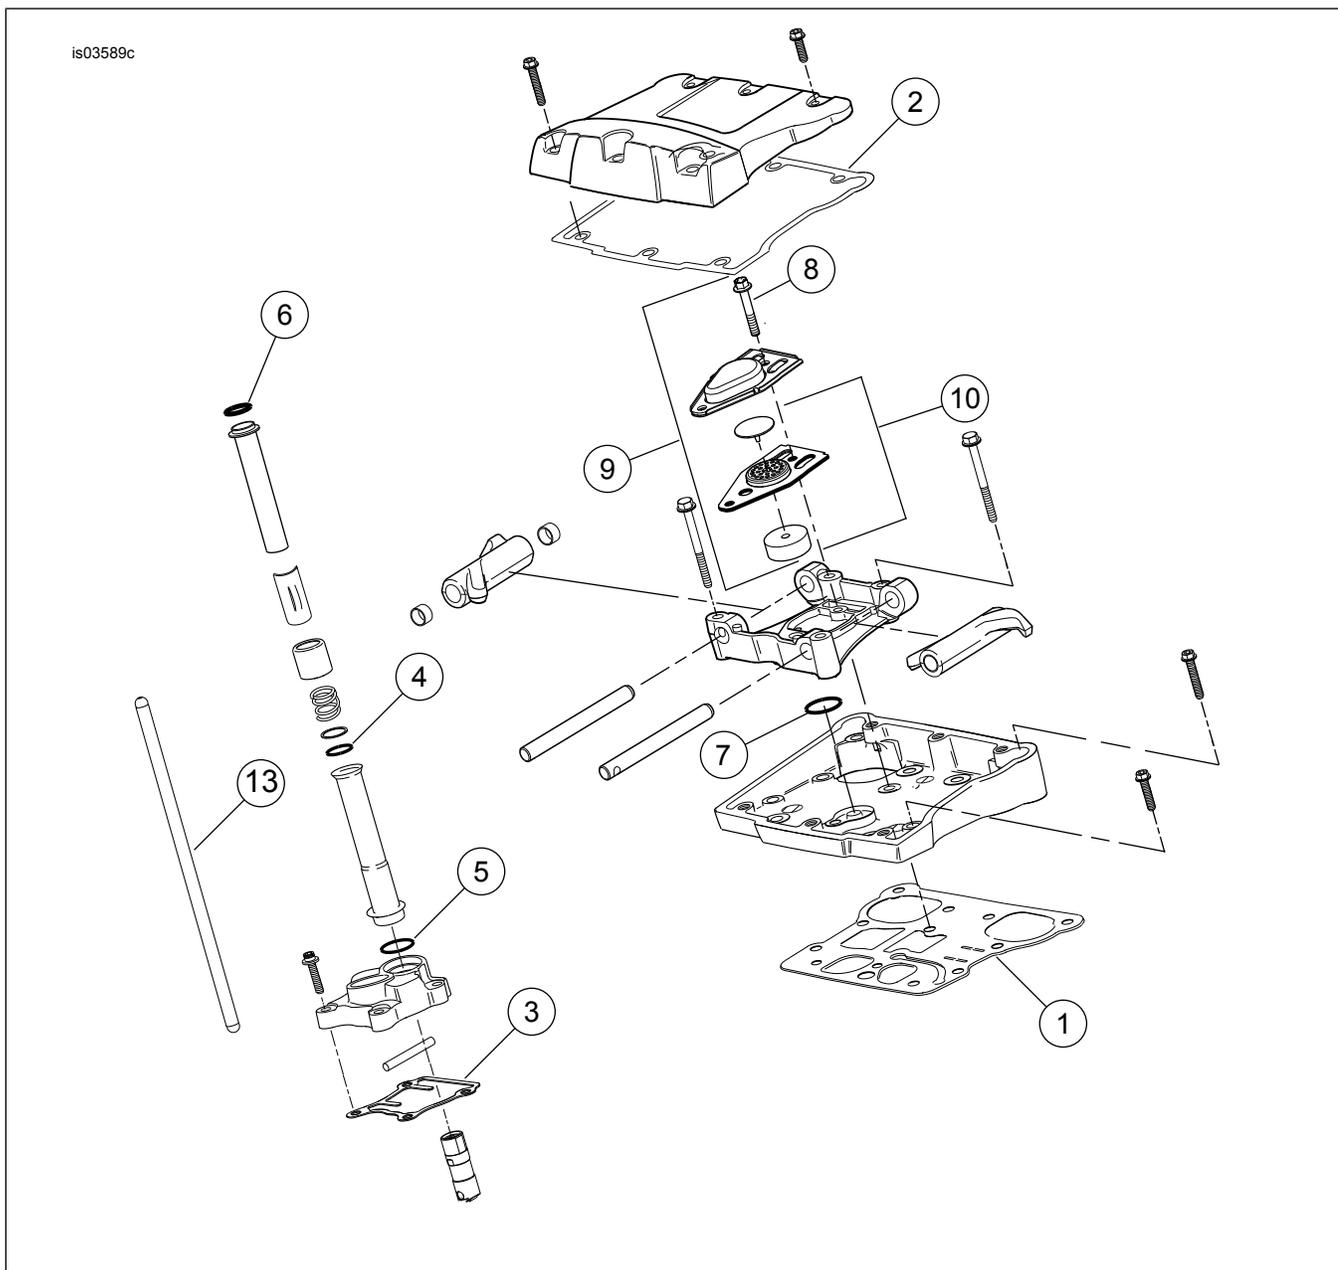
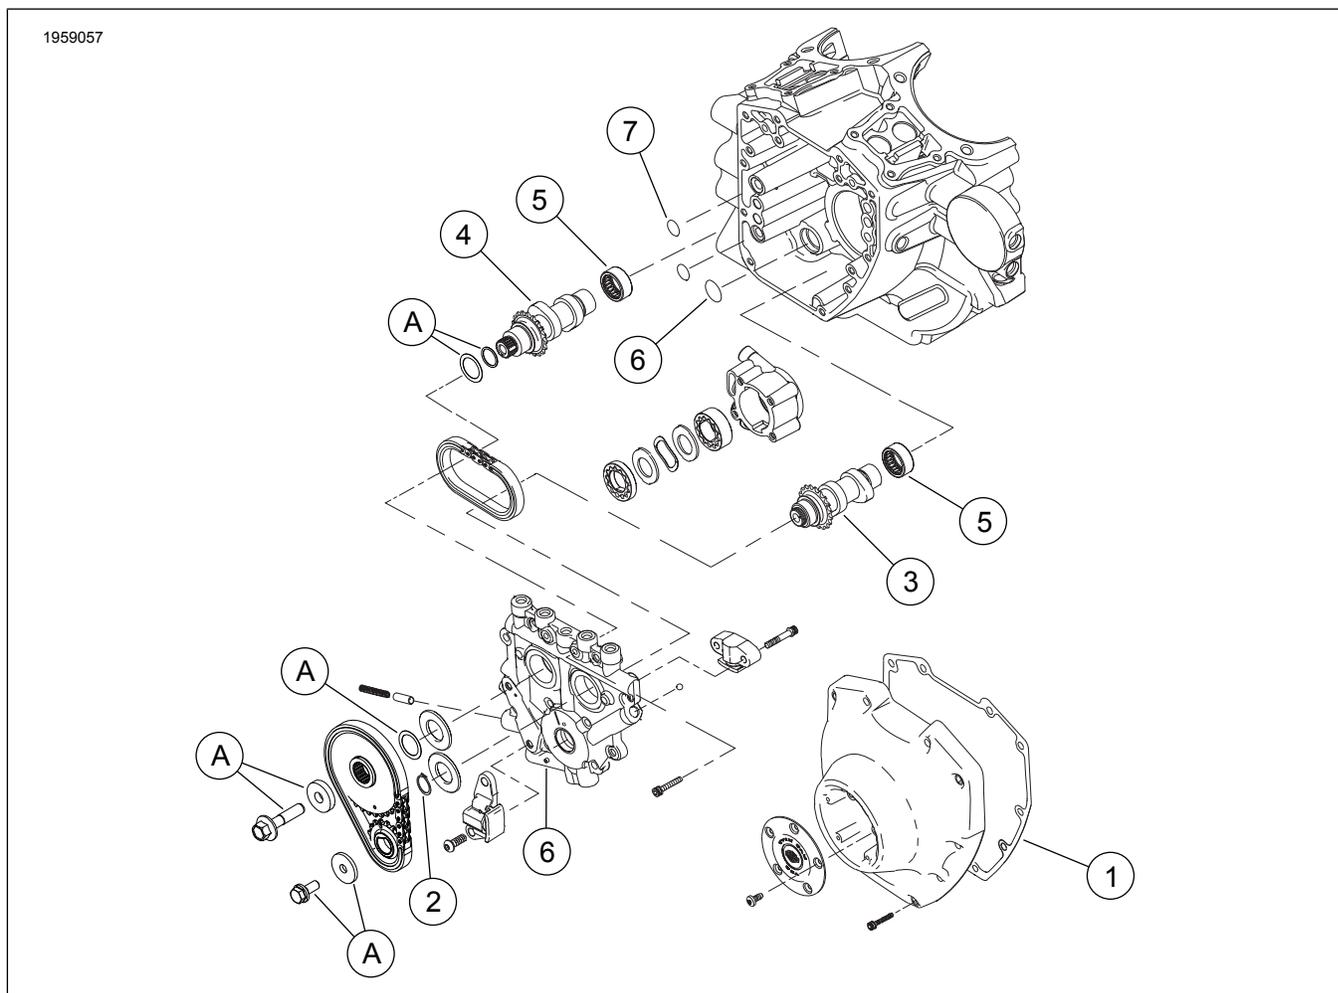

Figure 2. Pièces de rechange : Kit Screamin' Eagle Pro TC 103 (96 CI à 103 CI) Stage 4
Figure 3. Pièces de rechange : Kit Screamin' Eagle Pro TC 103 (96 CI à 103 CI) Stage 4
Consultez Figure 2 à Figure 3 et Tableau 2 à Tableau 3.
1. Consultez Figure 3 . Inspectez les roulements à aiguilles de l'arbre à cames (5) et remplacez-les si nécessaire.
2. Consultez Figure 2 jusqu'à Figure 3. Assemblez les cames sur la plaque de came, les culasses de performance et le haut du moteur à l'aide des pièces du kit. Référez-vous aux sections MOTEUR correspondantes du manuel d'entretien.